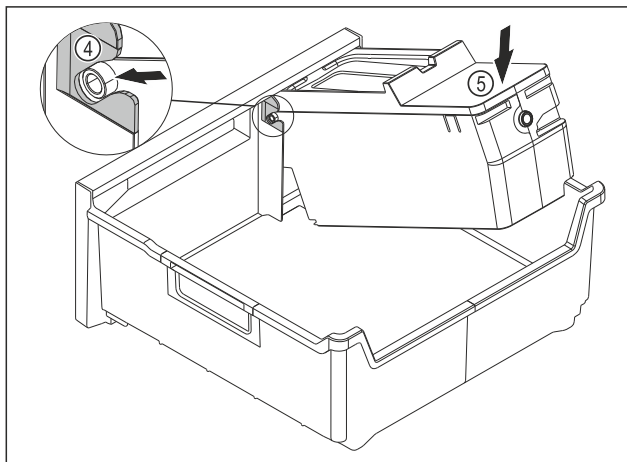

Fig. 216
- Izvadite tijelo sustava EasyTwist-Ice: Umetnite osovine tijela sustava EasyTwist-Ice u vodilice Fig. 216 (4).
- Pritisnite tijelo sustava EasyTwist-Ice Fig. 216 (5) otraga prema dolje.